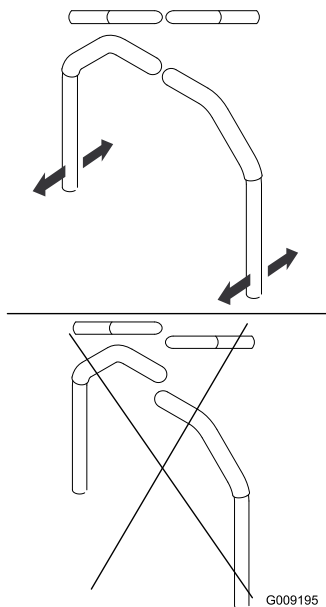

Figure 58
4. Réglez l'alignement avant/arrière des leviers en les plaçant tous deux à la position POINT MORT, puis faites-les coulisser jusqu'à ce qu'ils soient alignés, et serrez les boulons (Figure 58).